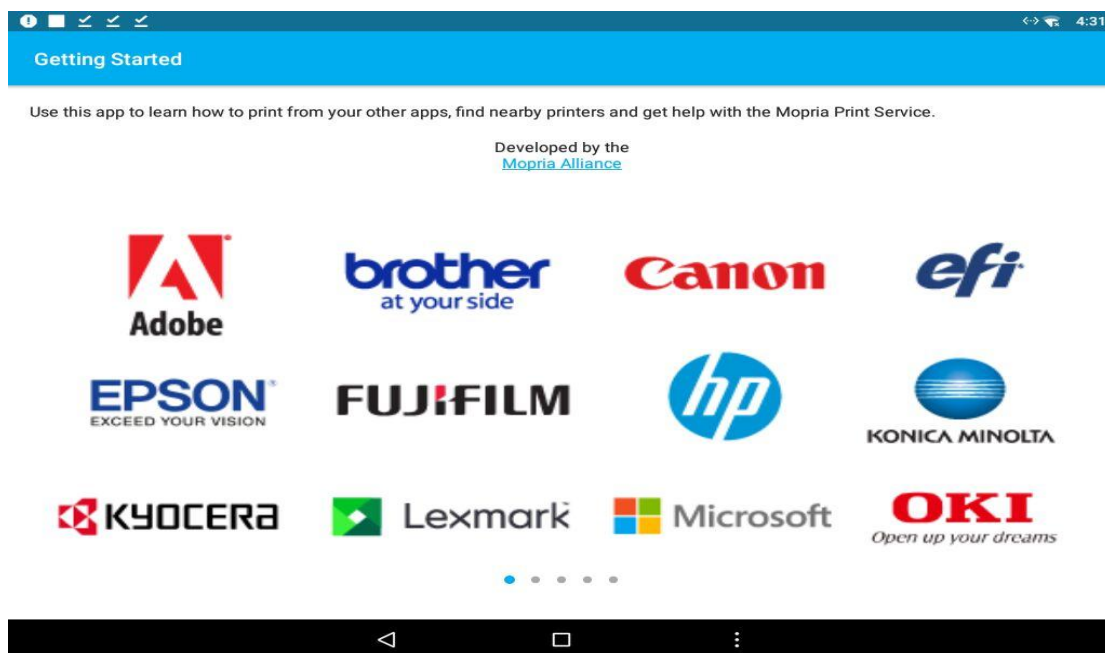
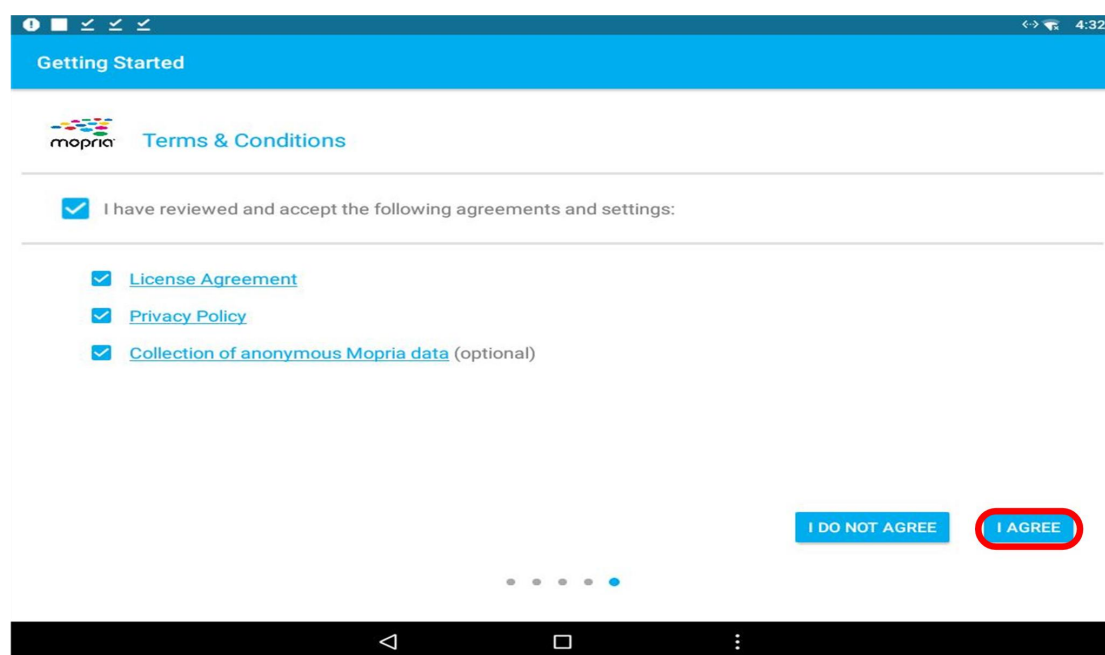

Рисунок 6
Рисунок 7
3. Откройте установленное приложение печати (рисунок 6). Перейдите на последнюю страницу и отметьте Agree для принятия лицензионного соглашения и политики конфиденциальности. Нажмите I AGREE для начала работы (рисунок 7).